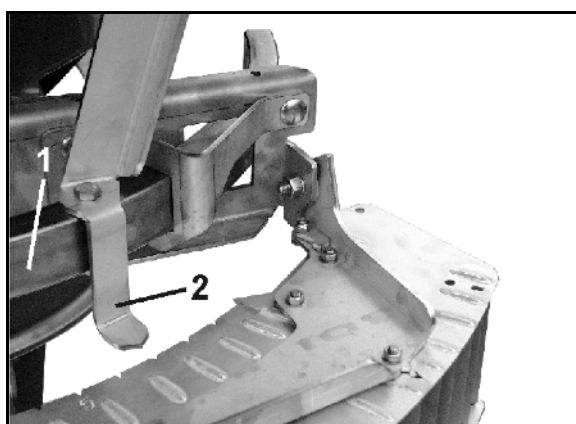

Fig. 76
2. Skyd begrænsningsskærmen så langt ind på føringsbøjlen (Fig. 76/1), at viseren (Fig. 76/2) peger på den indstillede værdi fra spredetabellen (